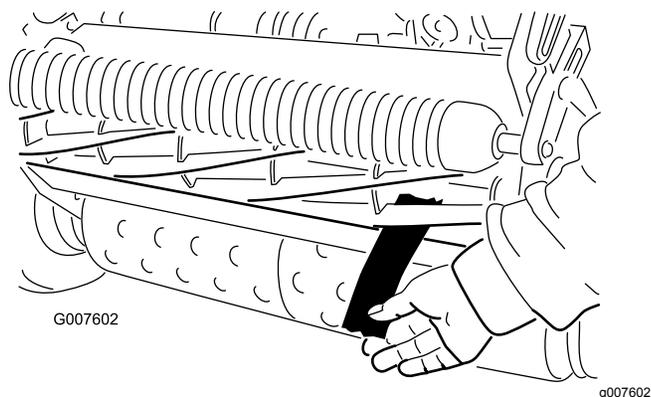

図 53
12. 切れ味確認用のペーパーを一枚、リールと下刃との間に、下刃に対して直角になるように差し入れて、Cuttingユニットの切れ味をテストする 図 53。ゆっくりとリールを回転させるこれで紙が切れれば合格である。